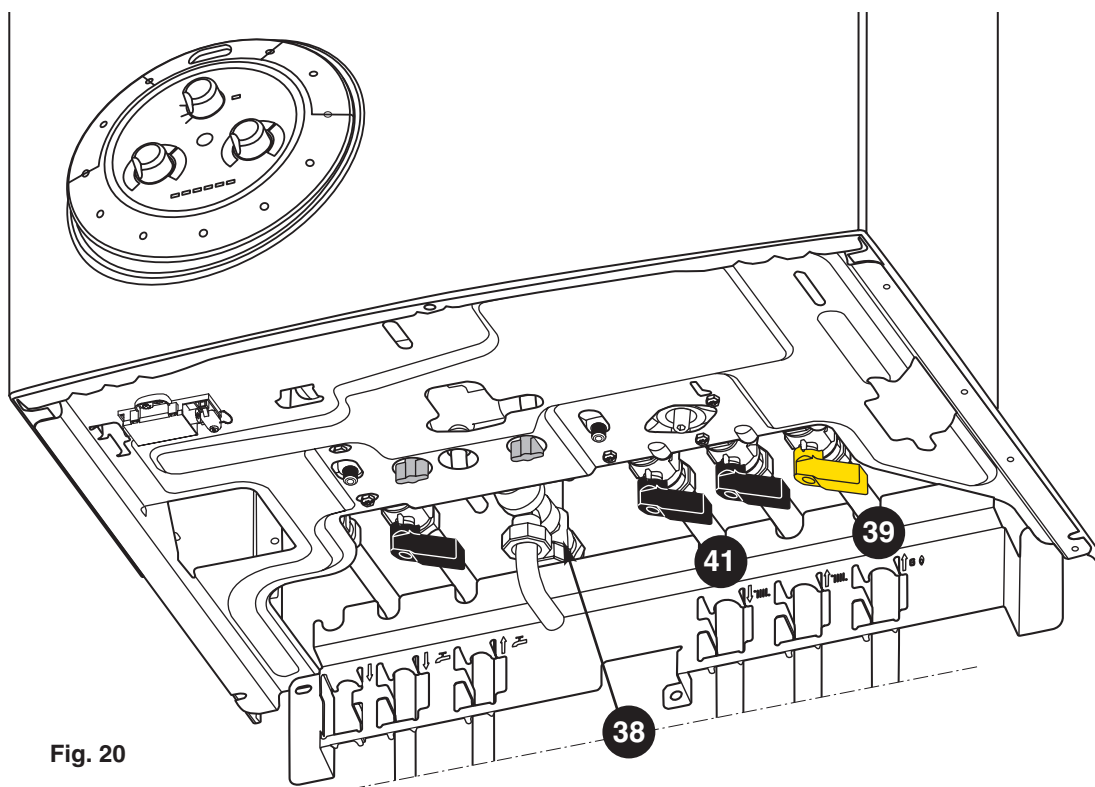

Fig. 20
3. Ouvrir le robinet gaz **39** (fig.20).
- Coupez l'arrivée du gaz en tournant le robinet **39** (fig. 20), sur la position «STOP»
*Dans certains cas d'installation, il est possible qu'il se produise en été, après puisage d'eau chaude, un léger réchauffement de la canalisation (et éventuellement d'un radiateur). Pour l'éviter, il suffit de fermer le robinet départ chauffage **41** (fig. 20).*
- actionner la vanne d'évacuation de la soupape ballon **38** (fig. 20). L'eau s'écoule par l'orifice de vidange.